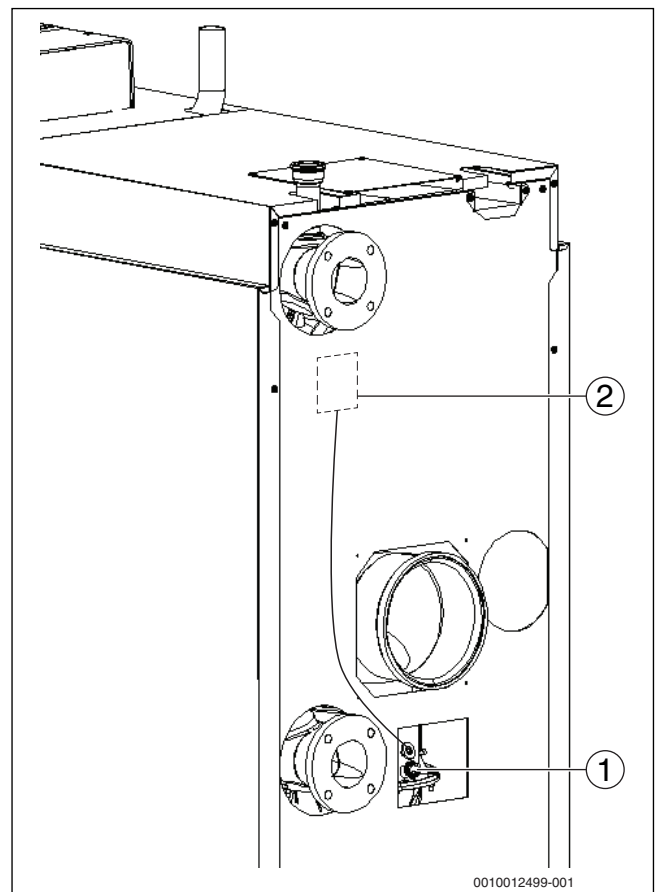

Рис. 29 Выполнение замеров (котлы 150-300 кВт)
- ▶ Введите измерительный датчик через отверстие для измерений в коллекторе дымовых газов (→ рис. 29, стр. 31), держите его в центре потока и проверьте содержание CO2.
- ▶ Введите измерительный датчик через отверстие для измерений в дымовой трубе (→ рис. 29, стр. 31), держите его в центре потока и проверьте содержание CO2.
- ▶ В точке проведения замеров на соединительном участке дымовой трубы котла (→рис. 29 и 30) измерьте и внесите в протокол пуска в эксплуатацию следующие параметры (→ глава 17.6, стр. 69):